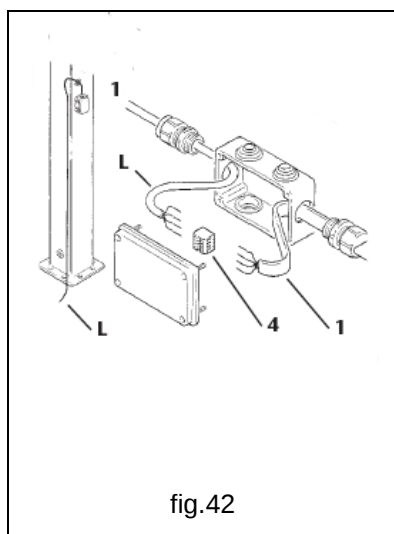

fig.42
4. Conectar los bornes 4 presentes en la caja de derivación el cable de alimentación 1 y el cable de línea L (anteriormente introducido en la columna – Ver 4.3.3 – Montaje columna) - (fig.42).